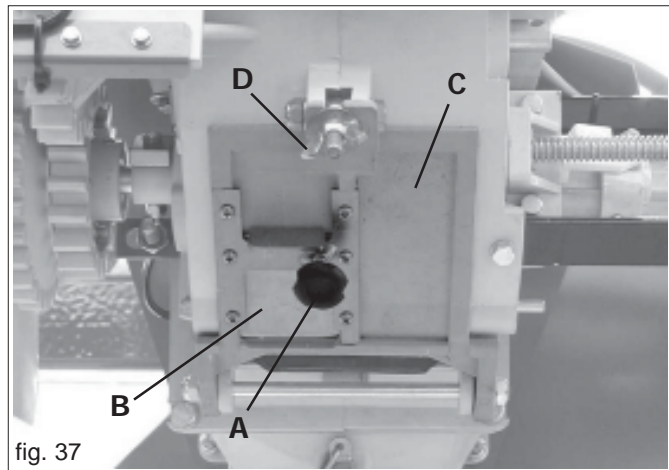

fig. 37
Para descargar las semillas de la tolva es necesario coloque una bolsa o un recipiente debajo de la puerta de descarga del equipo dosificador, desenrosque el volante (A Fig. 37) para descargar por la puerta (B) el contenido de la tolva. Por último, abra la puerta de descarga (C Fig. 37) desenroscando la tuerca de mariposa (D Fig. 37) para vaciar el contenido que queda en el dosificador.